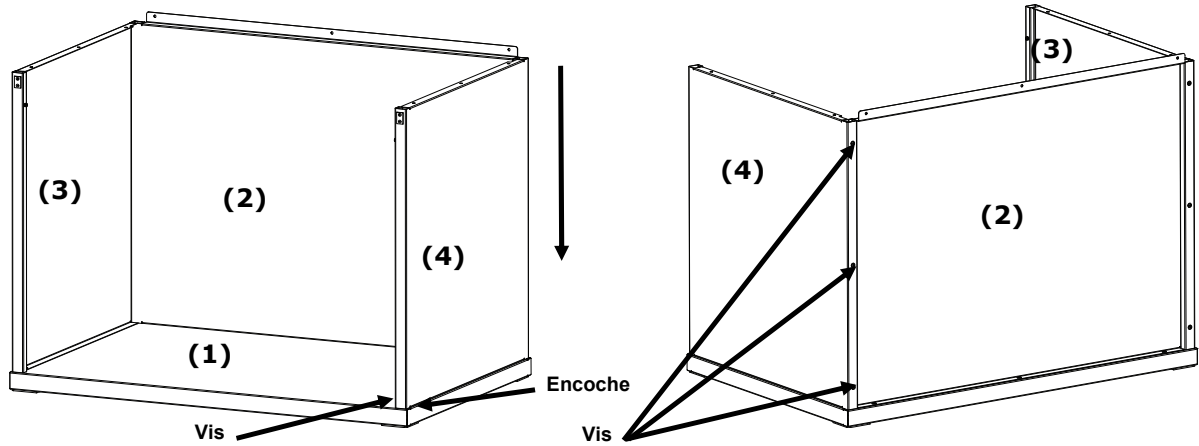

Figure 4. Fixation du panneau droit aux panneaux arrière et inférieur
5. Positionnez le panneau droit (4) en orientant la face lisse vers l'extérieur sur la partie supérieure du panneau arrière (2).
6. Faites descendre le panneau droit (4) le long de la rainure d'enclenchement jusqu'à ce que l'ergot de fixation avant (4) du panneau droit soit inséré dans le panneau inférieur (1). Fixez le panneau droit (4) aux panneaux inférieur et arrière à l'aide de quatre vis (voir Figure 4).